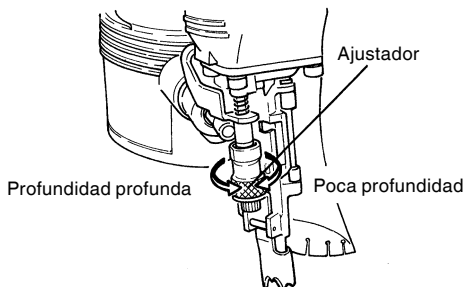

Fig. 15
- Ajuste del ajustador (Fig. 15). Lleve a cabo una prueba de funcionamiento. Si los clavos quedan demasiado clavados hacia adentro, gire el ajustador hacia el lado de poca profundidad (marcado con ).
Si la profundidad de clavado de los clavos es insuficiente, gire el ajustador hacia el lado de profundidad profunda (marcado con **3**) (vea las Fig. 15 y 16). La profundidad cambia 1 mm con cada giro del ajustador.